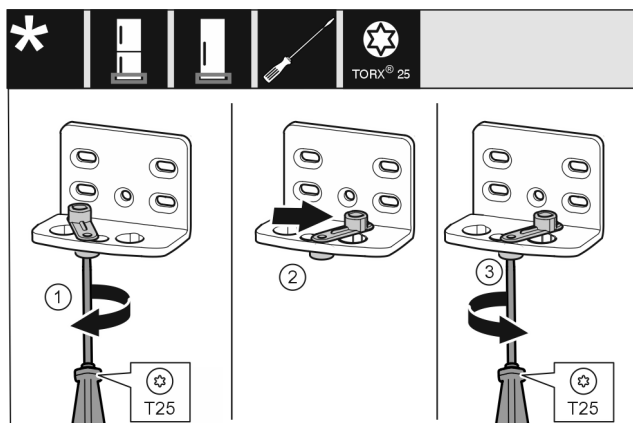

Fig. 11
- Løsn skruen med skruetrækkeren T25. Fig. 11 (1)
- Løft dørlukningshjælpen, og drej den 90° mod højre i hullet. Fig. 11 (2)
- Stram skruen med skruetrækker T25. Fig. 11 (3)